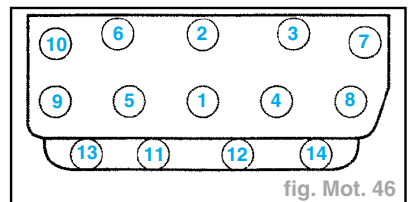

fig. Mot. 46
- Mettre en place les boulons/écrous de culasse restants et les serrer à la main en tenant compte de la longueur et de la repose avec/sans rondelle entretoise pour les boulons suivants (fig. Mot. 46).